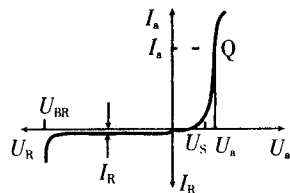

图 15.1
(1) 结构:将PN结两边各引出一个电极便构成一个二极管。其中P型区引出阳极A(+),N型区引出阴极K(-)。实际结构有点接触式和面接触式两种。前者电流小,用于高频小功率工作;后者电流大,用于低频大功率工作。符号:A—K。
(2) 伏安特性及参数:伏安特性如图 15.1 所示。